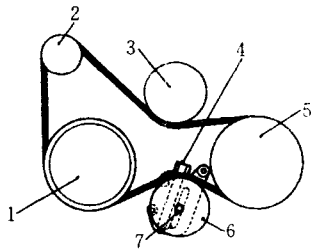

图 32 发电机和空调压缩机传动带——3000GT 和钻石车 3.0L (6G72) 双顶置凸轮轴发动机
② 顶起车辆，并稳固支撑，取下前底罩板。
③ 松开张紧轮固定螺母，通过转动调整螺栓使传动带松弛。
④ 取下传动带。
① 将传动带安装在曲轴和发电机的带轮上。
② 使用调节装置上的调整螺栓使传动带达到期望的松紧度 (图 32)。